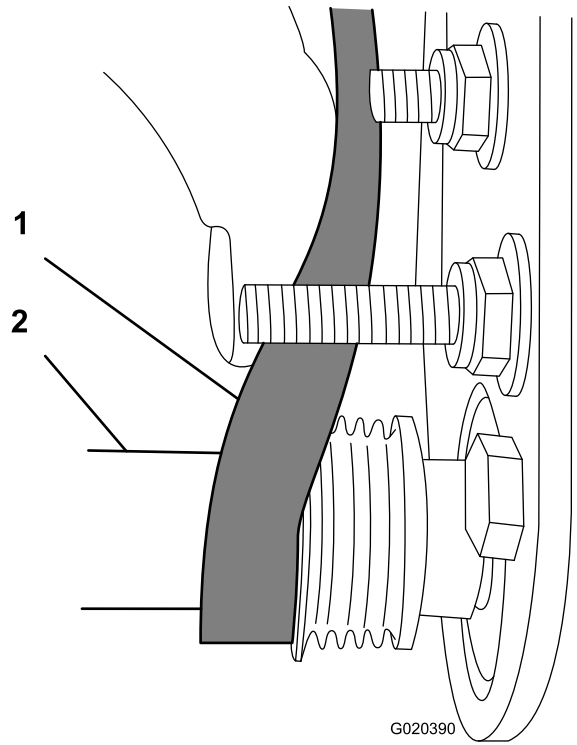

Bild 14
- Verlegen Sie den Riemen von der **Antriebsseibe** ausgehend (Bild 14).
- Drehen Sie die Bürste mit einem 9/16"-Sechskantschlüssel und verlegen Sie den Riemen auf der Antriebsriemenscheibe (Bild 14).